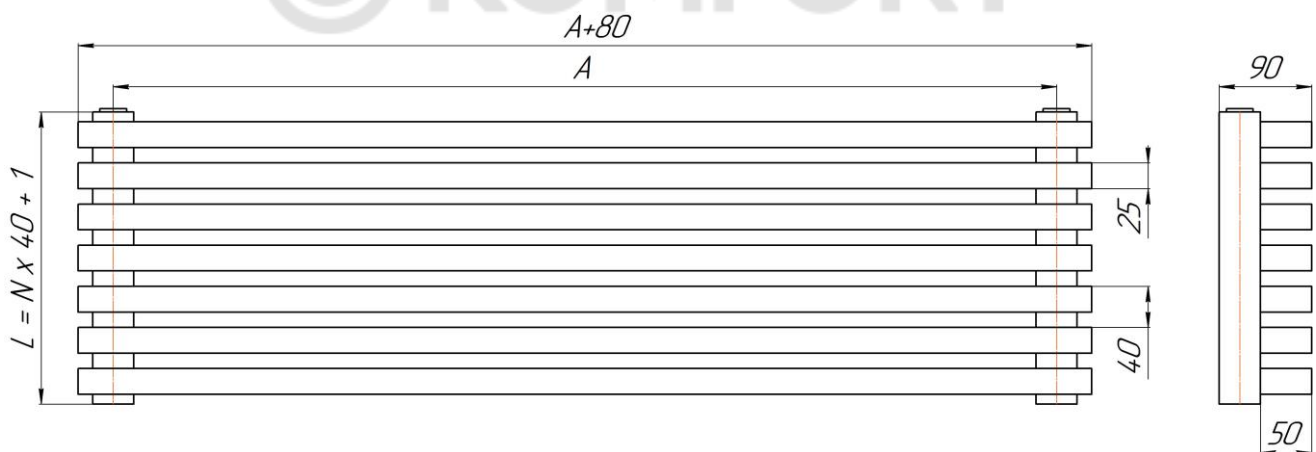

Рис. 1 А – межцентровый (монтажный) размер, N – количество секций.
2.1. Основные размеры и параметры радиаторов приведены на рис.1 и в таблице.